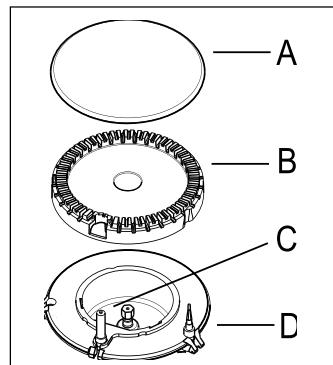

Рис. 1
- После появления пламени подержите ручку нажатой около **5 секунд**. Это даст термопаре (рис. 1 - поз. D) нагреться и отключить предохранительное устройство, в противном случае подача газа будет прервана. Затем убедитесь в стабильности пламени и отрегулируйте его на нужный уровень.
Если после нескольких попыток разжечь горелку не удается, проверьте крышку горелки (рис. 1, поз. А) и рассекатель (рис. 1, поз. В) находятся в правильном положении.
Электрический розжиг выполняется с помощью керамического и металлического электродов (рис. 1, поз. С). Содержите эти детали в чистоте для предотвращения трудностей с розжигом, а также проверяйте, чтобы отверстия в рассекателе пламени горелки не были засорены.